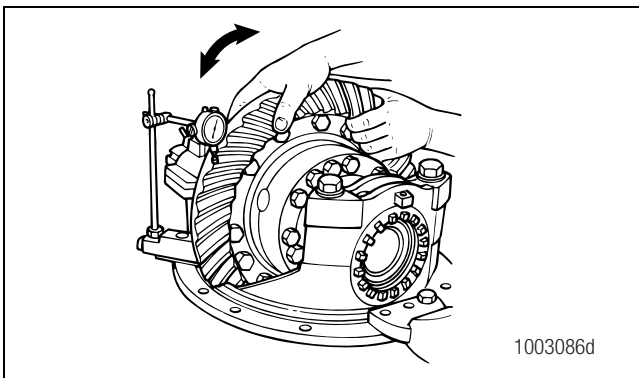

Figura 5.61
1. Fije un indicador de esfera sobre la brida de montaje del portadiferencial. Figura 5.61.